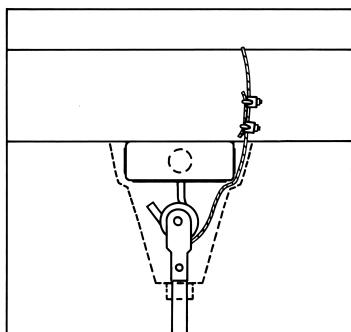

Figura 3
- Este ventilador está equipado con el cable de "soporte secundario" requerido. Este cable de seguridad debe sujetarse a la estructura de vigas y sujetarse de manera segura de tal manera que soporte el peso del ventilador en caso que falle el gancho de montaje u otras piezas. Después de enrollar el cable de seguridad alrededor de un miembro estructural que soportará 300 lbs., asegure el cable con los sujetadores de cable suministrados según se ilustra en la Figura 3. (Nota: Cualquier material adicional necesario para instalaciones específicas puede comprarse a su distribuidor local).
PRECAUCIÓN IMPORTANTE: El cable de seguridad no debe colocarse entre el rodillo de caucho y el gancho, sino como se ilustra en la Figura 3.
10. Cuando se cuelga el ventilador mediante el gancho en "J" suministrado por fábrica, verifique que el cable de seguridad en la parte superior de la barra está posicionado detrás del gancho en "J" según se ilustra en la Figura 3.